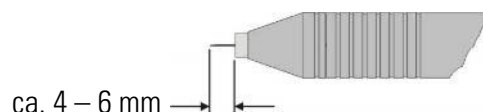

Abb. 5.3 Einstellung Elektrodenlänge
- Wenn Sie kein Schweißmikroskop der Firma Lampert besitzen spannen sie die Wolfram-Elektrode so ins Handstück ein, dass diese ca. 4 – 6 mm über die Düse hinaussteht. (Siehe Abbildung 5.3)